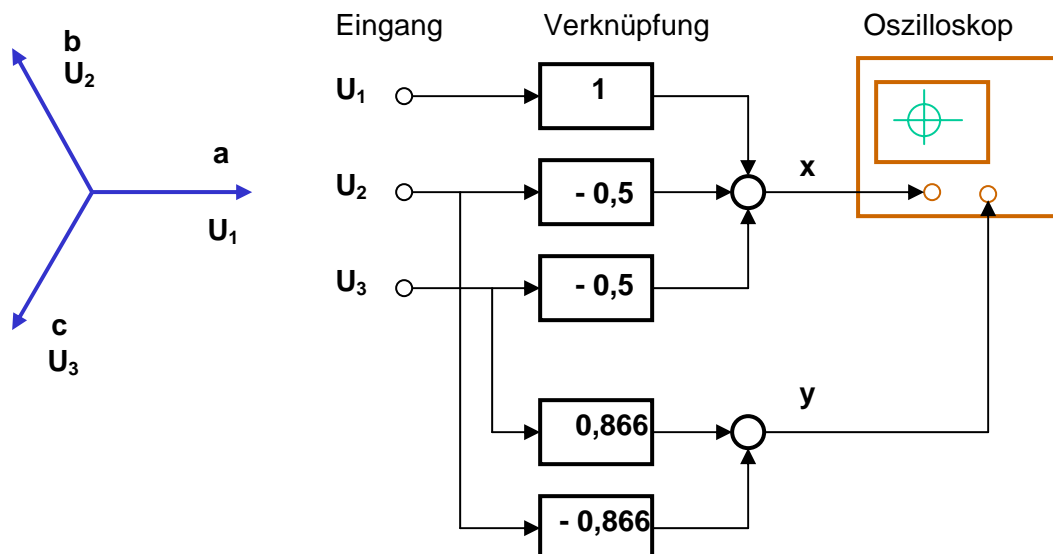

Bild 4: Meßschaltung zur Bestimmung des Raumzeigers der Spannung (Raumzeiger Indikator)
Die drei Stränge (Wicklungen) der Maschine a, b und c sind identisch ausgeführt und räumlich um 120° gegeneinander versetzt auf dem Umfang der Maschine angeordnet. Sie werden durch die im Bild 4 angegebenen drei Zeiger (Spulenachsen) a, b und c repräsentiert. Die Spannung U_U wird an Strang a, U_V an Strang b und U_W an Strang c angelegt.
Die Meßschaltung in Bild 4 führt die vektorielle Addition der drei Spannungen so aus, dass sie auf einem Oszilloskop im x,y Mode dargestellt werden können.
- Führen Sie die vektorielle Addition sowohl grafisch als auch nach der Meßschaltung von Bild 4 der Versuchsanleitung aus.